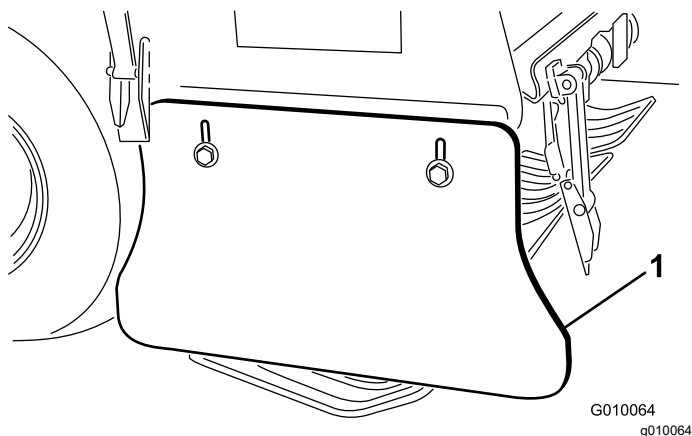

Figure 66
2. Desserrez les boulons et les écrous qui fixent le déflecteur latéral au cadre (Figure 66).